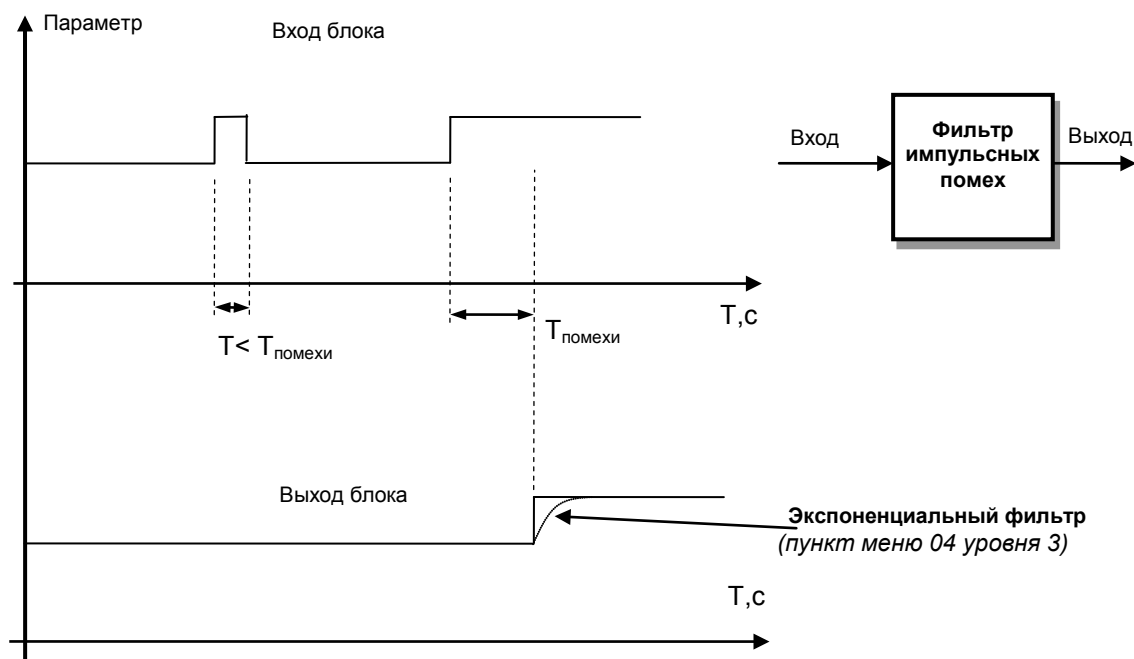

Рисунок 5.6 – Принцип работы фильтра импульсных помех и экспоненциального фильтра
1. Фильтр импульсных помех. Используется для подавления импульсных помех. Определяется параметром **3.05** «Максимальная длительность импульсной помехи». Если в каком либо цикле измерения технологического параметра обнаружено его изменение, то предполагается возможность действия помехи и выходной сигнал сформируется (с учетом усреднения измерительных значений) по истечении установленного времени длительности помехи. То есть, если длительность изменения сигнала больше заданного $T_{\text{помехи}}$, то это изменение расценивается как естественное и принимается в дальнейшую обработку с задержкой времени $T_{\text{помехи}}$ (рисунок 5.6). Работа данного фильтра вносит дополнительное транспортное запаздывание в систему регулирования, которое равно величине параметра «Максимальная длительность импульсной помехи». Поэтому всегда нужно стремиться минимизировать данный параметр.
4. Экспоненциальный фильтр (рисунок 5.6). Фильтр используется для подавления помех, а также для подавления «дребезга» индикации (частых изменений показания индикатора из-за колебаний входного сигнала). Определяется параметром **3.04** «Постоянная времени цифрового фильтра».